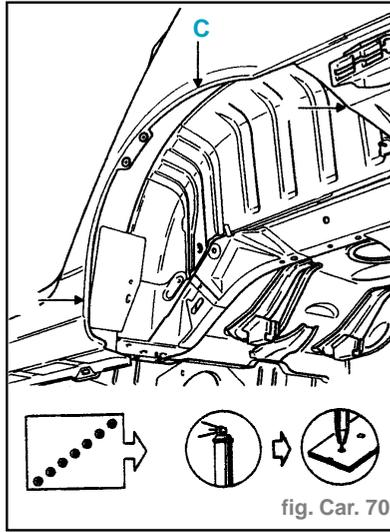

fig. Car. 70
- En (C), chauffer au chalumeau à air chaud pour décoller le panneau (fig. Car. 70)
Soudure (fig. Car. 70, 71 et 72).
- En (B), un point en trois épaisseurs : **0,8 + 0,1 + 0,7 mm**.
Nota : - En (C), avant la repose du panneau, effectuer un cordon de mastic colle (fig. Car. 70).